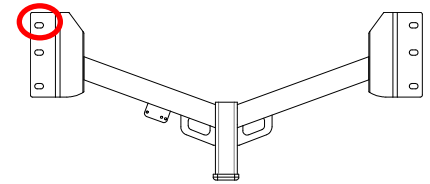

Figure 3
2. Abaisser l'échappement en enlevant deux (2) boulons M12 de la ferrure du support d'échappement de chaque côté. Utiliser un dispositif pour supporter l'échappement et ainsi éviter d'endommager le silencieux. Remettre les quatre (4) vis au propriétaire.
3. Soulever et glisser l'attelage en position, en débutant par le côté conducteur. Poser lâchement un (1) boulon M12 ① et une (1) rondelle conique ② dans la fente la plus à l'avant côté conducteur, voir Figure 3. Intercaler le support d'attelage entre la ferrure du support d'échappement et le longeron, des deux côtés. Poser lâchement les fixations restantes sur la ferrure du support d'échappement, des deux côtés.